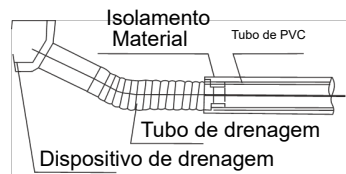

Figura 4.1
- 2) Ligar o tubo de drenagem de acordo com a figura 4.1.